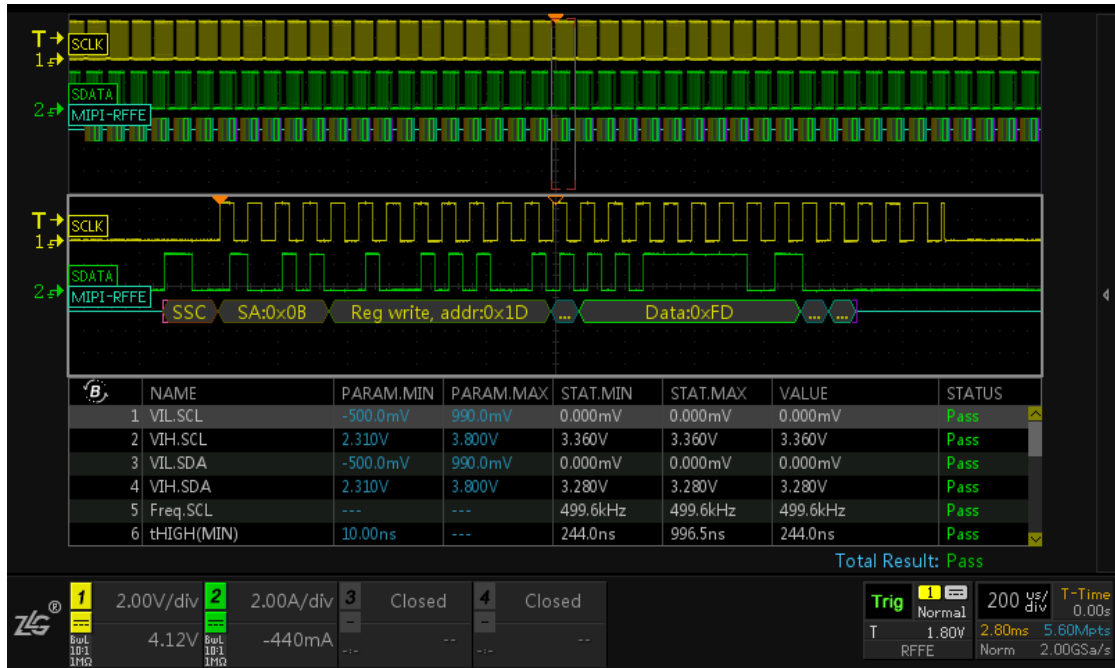

图 2.9 MIPI-RFFE 时序分析
- 设置完参数后点击【返回】可查看到测试分析的结果，如下图 2.9 所示。